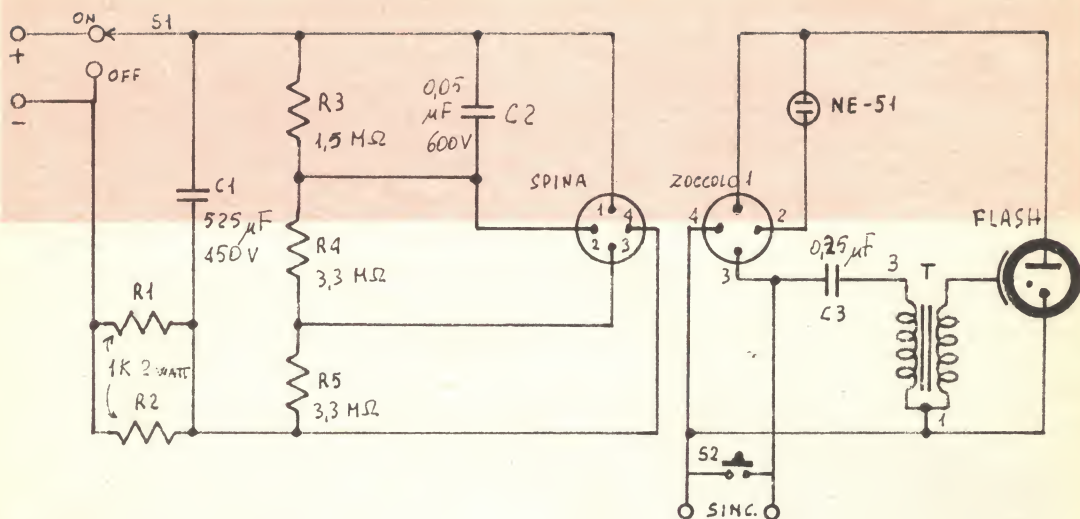

FIG. 3
* N.B. I componenti segnati con asterisco sono gli stessi da usare per lo schema di Fig. 3.